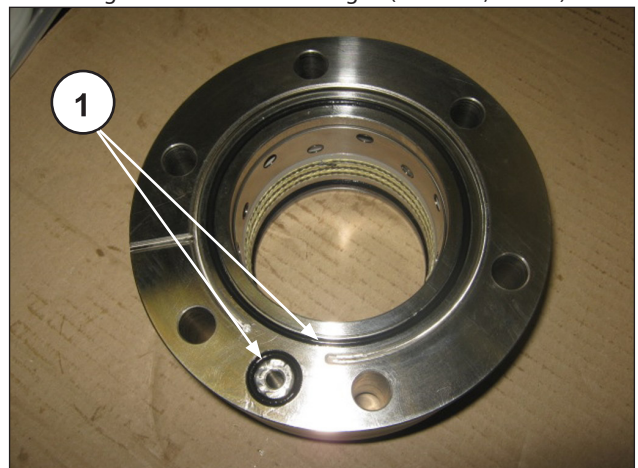

Abb. 256
Die O-Ringe an der Buchse anbringen (Abb. 256, Pos. ①):